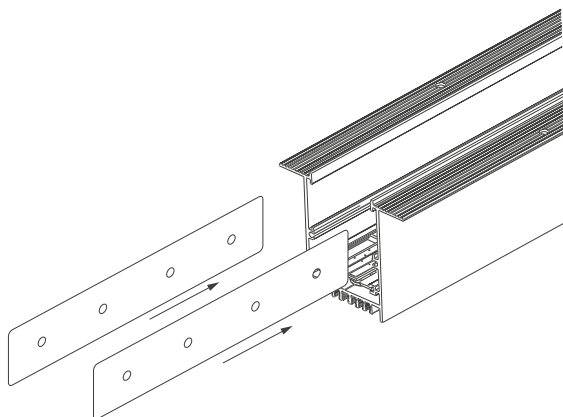

Рис. 3. Установка соединителей в пазы шинпровода
- 3.7. С помощью коннекторов MAG-CON-45-SIDE (SL) вы можете соединить встык шинпроводы или угловые коннекторы. Для этого установите в паз шинпровода прямой коннектор MAG-CON-45-SIDE (SL) на половину его длины и закрепите установочными винтами из комплекта поставки (см. рисунок 3).